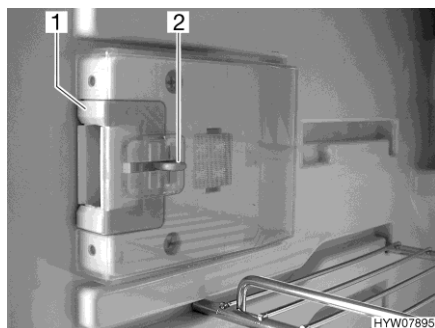
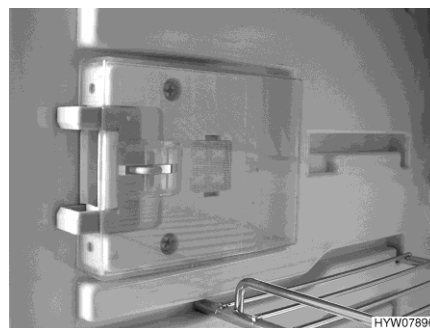

Fig. 253 Dispositivo di chiusura (posizione normale)
Fig. 254 Dispositivo di chiusura (posizione di ricircolo d'aria)
- Premere il dispositivo di sblocco (Fig. 253,2).
- Spingere il dispositivo di chiusura (Fig. 253,1) in avanti (Fig. 254).